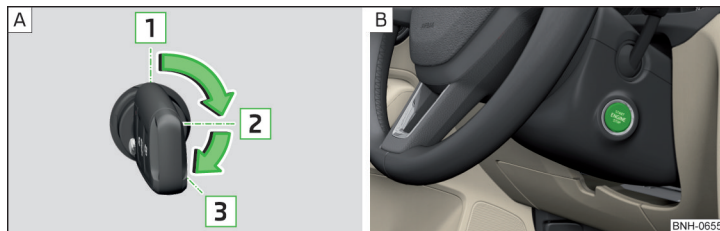

Abb. 98 Positionen des Fahrzeugschlüssels im Zündschloss / Starterknopf
Positionen des Fahrzeugschlüssels im Zündschloss » Abb. 98 - A
- › Den Knopf drücken » Abb. 98 - B, die Zündung wird ein-/ausgeschaltet.
- › Bei Fahrzeugen mit **Zündschloss** den Schlüssel in die Position **3** drehen » Abb. 98 auf Seite 86 - A, es erfolgt der Startvorgang. Dann den Schlüssel loslassen, der Motor springt automatisch an.
- › Bei Fahrzeugen mit **Starterknopf** den Knopf kurz drücken » Abb. 98 auf Seite 86 - B, der Motor springt automatisch an.
- › Bei Fahrzeugen mit **Zündschloss** den Schlüssel in die Position **1** drehen » Abb. 98 auf Seite 86 - A.
- › Bei Fahrzeugen mit **Starterknopf** den Knopf drücken » Abb. 98 auf Seite 86 - B, der Motor und die Zündung werden gleichzeitig ausgeschaltet.
➤ Den Knopf gedrückt halten » Abb. 98 auf Seite 86 -  oder zweimal innerhalb von 1 Sekunde drücken.